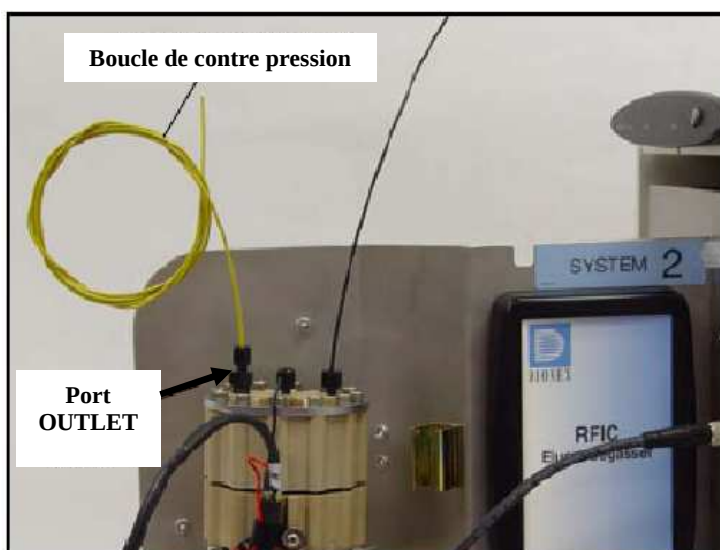

Figure 9.12. Connexion du port **OUTLET** de la cartouche pour le conditionnement.
7. Connecter un bout de la boucle de contre pression sur le port **OUTLET** de la cartouche ; laisser l'autre bout de la boucle libre (voir figure 9.12).